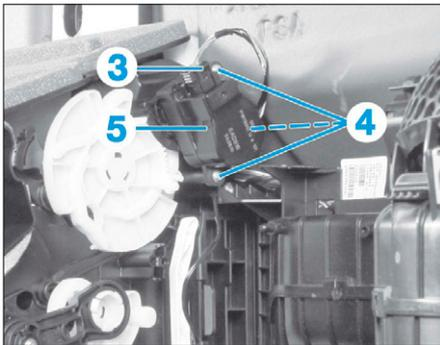

FIG. 40
- Débrancher le connecteur (3) (Fig.40).
- Déposer les vis de fixation (4) puis le moteur (5).